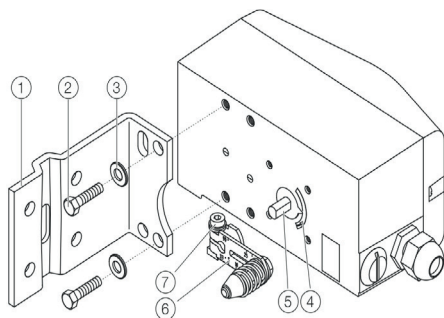
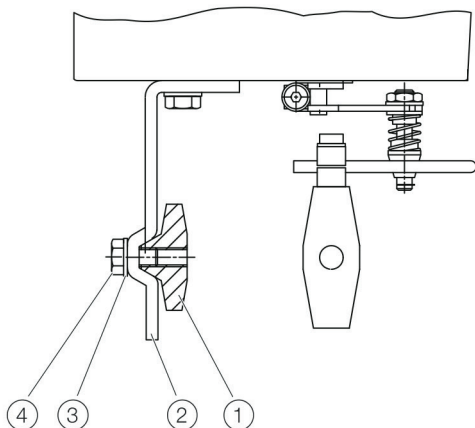

Fig. 3
Fig. 4
Stel de klep halverwege de slag in en lijn de hendel horizontaal uit (item 6 fig. 3).
Draai vervolgens de bevestigingsbout vast (item 4 afb. 4) (de hendel beweegt tussen de pijlmarkeringen item 4 fig. 3).